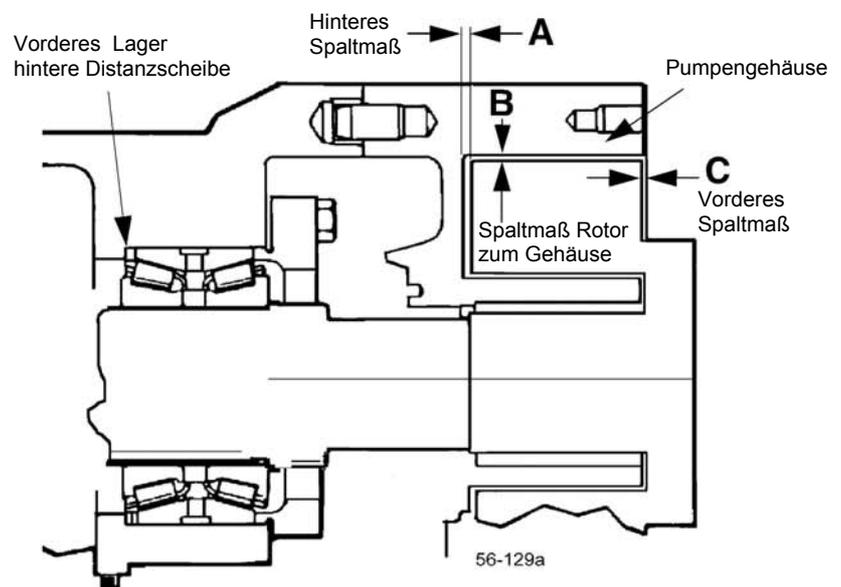

Abb. 63 Messung der Spaltmaße
2. Messen Sie mit Fühlerlehren den Rückseitenabstand des Rotors (Abb. 63, Pos. A), durch den Anschluss oder von der Vorderseite.
3. Messen Sie den Abstand von Rotor zu Vorderseite (Abb. 63, Pos. C).
4. Messen Sie den Abstand von Rotor und Gehäuse (Abb. 63, Pos. B).